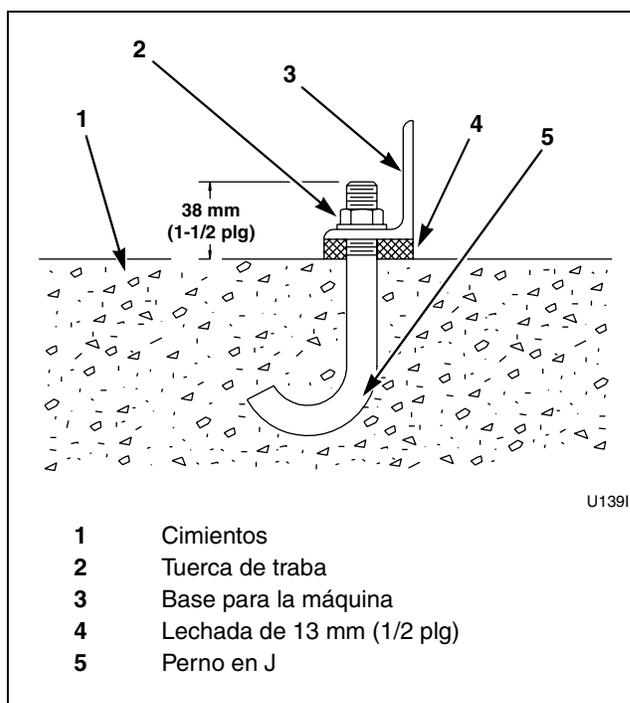

Figura 17
La *Figura 17* muestra la instalación completa con pernos en J y con lechada de cemento.
11. Después de que la lechada esté completamente seca, apriete las tuercas de traba a incrementos iguales – una tras otra – hasta que todas estén apretadas por igual y el bastidor de base esté bien sujeto al suelo. Consulte la *Figura 17*.